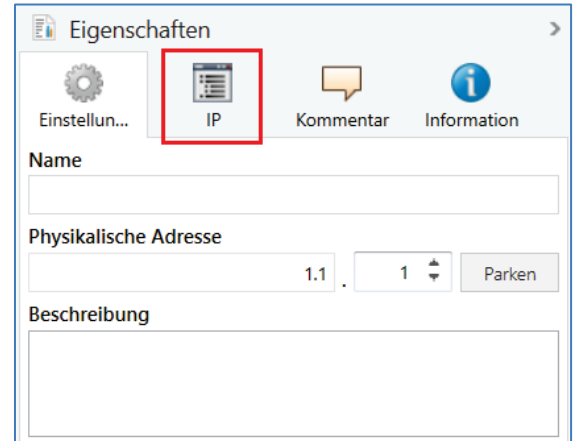

Abbildung 7: Geräte - Eigenschaftendialog der ETS.
2. Zeigen Sie die Eigenschaften des Geräts in der Sidebar der ETS an wie in Abbildung 7: Geräte - Eigenschaftendialog der ETS gezeigt.